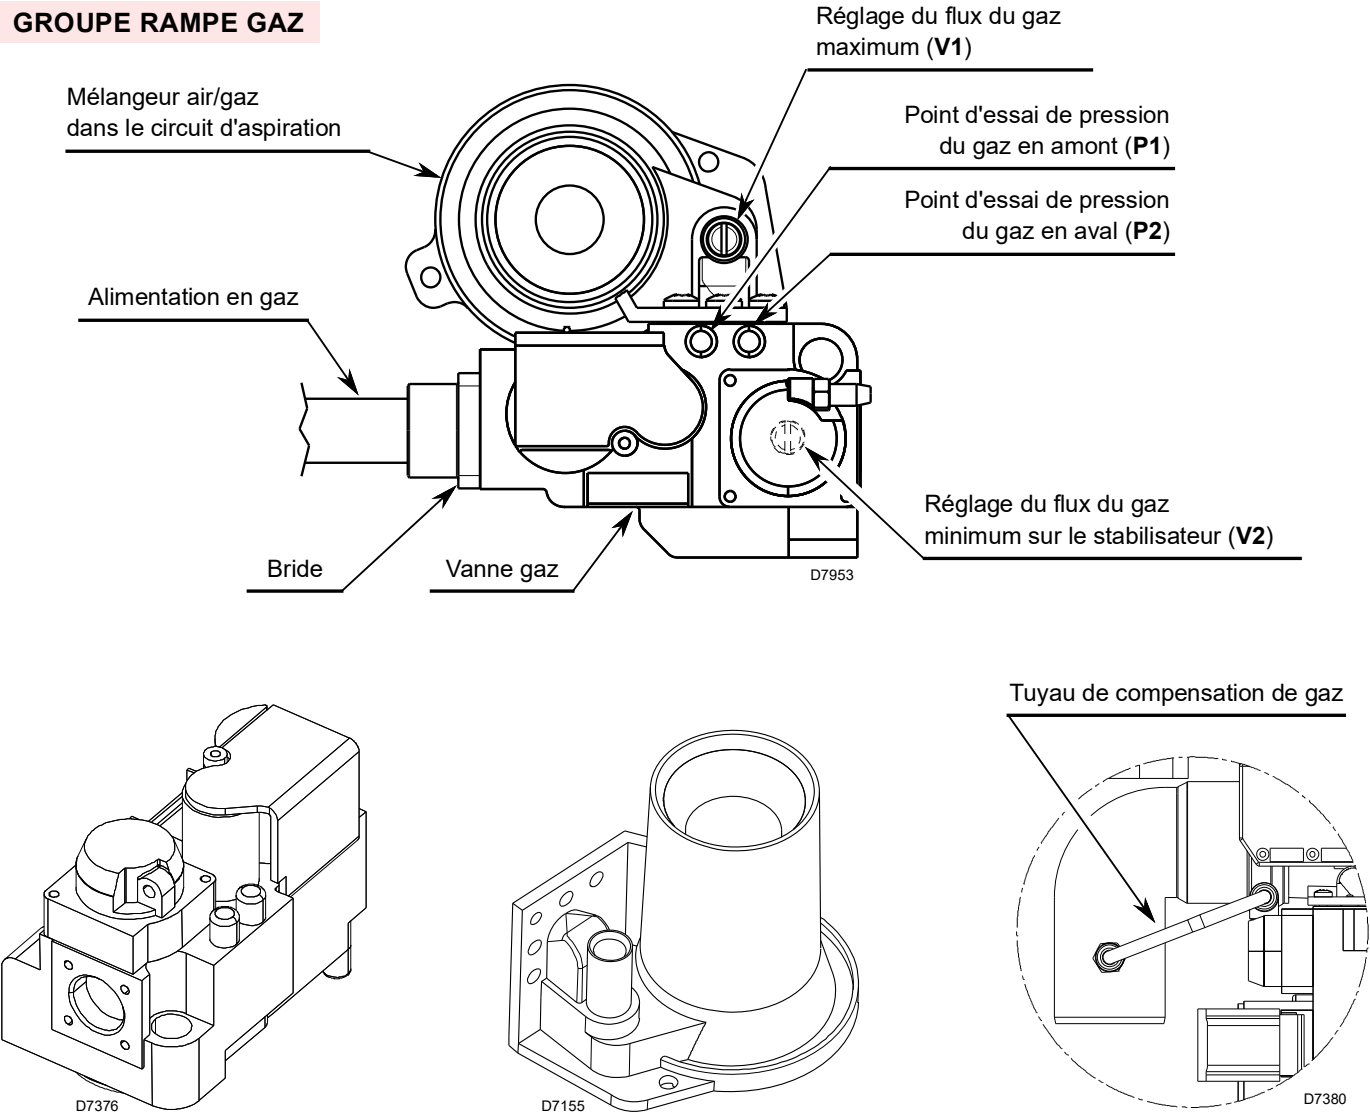

Fig. 9
- décharger l'air du tuyau du gaz à l'aide de la vis sur la prise P1 (Fig. 9 à la page 12).
Si l'allumage ne se fait toujours pas, il se peut que le gaz n'arrive pas à la tête de combustion pendant le temps de sécurité de 3s. Tourner légèrement dans le sens inverse des aiguilles d'une montre la vis V1 placée sur le mélangeur de la vanne gaz (Fig. 9 à la page 12).
Le débit de gaz est réglé à l'aide des deux vis V1 et V2 (Fig. 9 à la page 12).